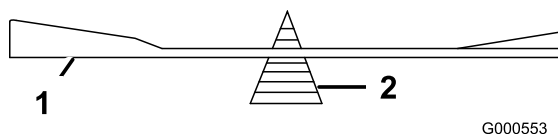

Figure 52
- Vérifiez l'équilibre de la lame en la plaçant sur un équilibreur (Figure 52).